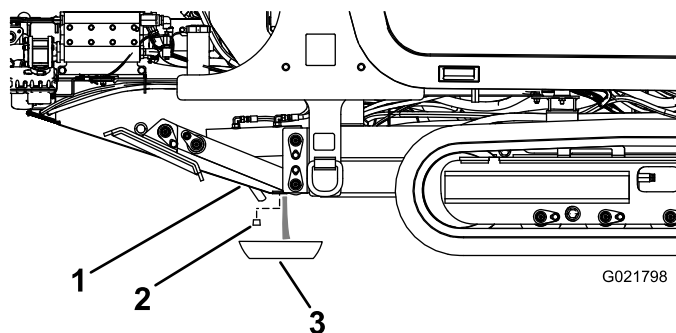

Figure 126
3. Desserrez le bouchon de vidange jusqu'à ce que l'eau et le sédiment s'écoulent (Figure 126).